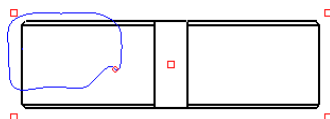

图 3.8.28 草绘轮廓线
(2) 在系统 草绘样条, 不相交其它样条, 来定义一轮廓线。的提示下, 直接绘制图 3.8.28 所示的样条线来定义局部剖视图的边界, 当绘制到封闭时, 单击中键结束绘制。